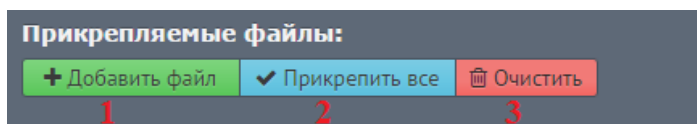

Рисунок 44 – Добавление файла
- Для загрузки файла необходимо нажать кнопку «Добавить файл» (Рисунок 44) (1):